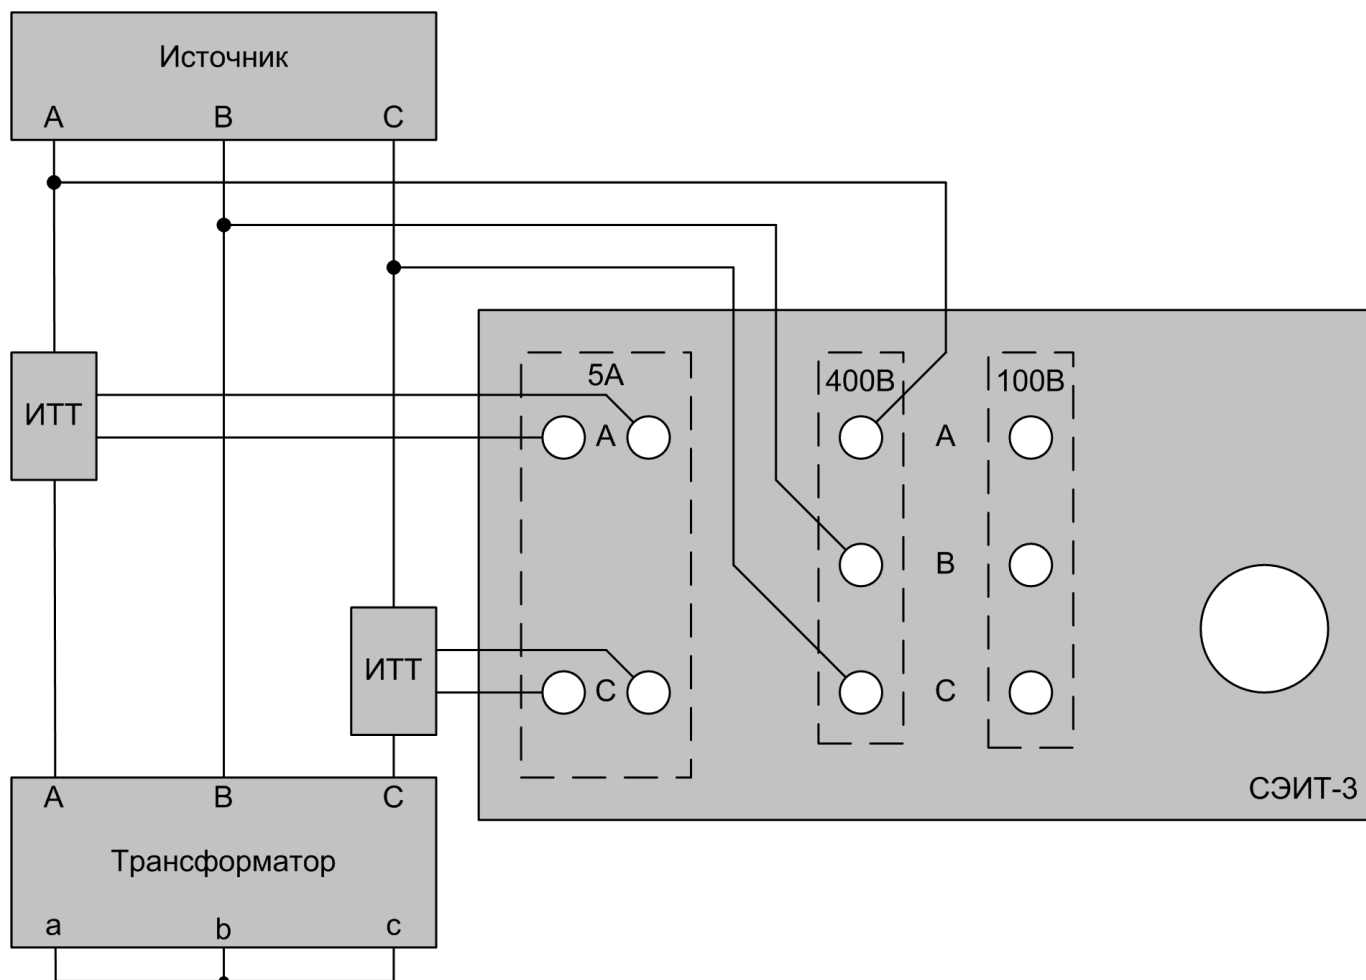

Рис. 8
2.7.1. Для проведения опыта КЗ необходимо собрать измерительную схему рис. 8. Испытуемый трансформатор подключается к источнику выводами обмотки высокого напряжения. **Внимание: нулевой провод не подключается!!**